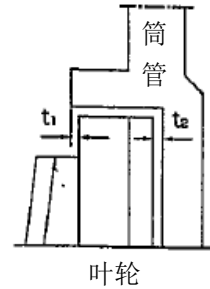

图 1
- (1) 主轴部分的组装参照下一页。
- (2) 气密部预先在气密支撑上依次组装气密板用 O 型圈、气密支撑固定螺丝、气密、气密板，组成组件。
- (3) 从主轴的前端插入气密部，推至最深处，紧固气密支撑固定螺丝进行固定。此时需确认气密板是否完全嵌入电机法兰部内以及气密的唇部是否扭曲。
- (4) 确认简管上组装有气密板用 O 型圈后，对准电机法兰的嵌合部安装，把排气塞安装至与电机端子箱处于同一方向的位置。
- (5) 与拆解时相同，固定好轴，从主轴的前端插入叶轮，按顺时针方向转动安装。（图 1）
- (6) 在简管侧安放泵壳用 O 型圈，安装好泵壳。但要将排出法兰部与简管的“TEXEL”字体的相同方向对齐，然后，紧固泵壳螺栓螺母、排出管的螺栓螺母。此时，请确认是否安装有排出管 O 型圈。